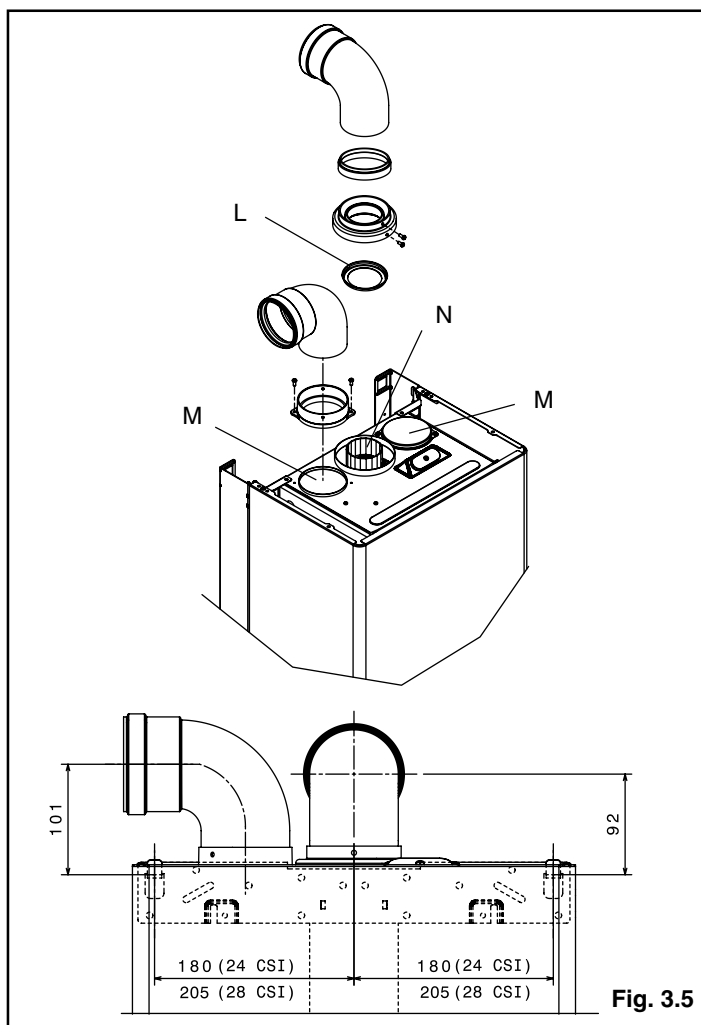

Fig. 3.5
Gli scarichi sdoppiati possono essere orientati nella direzione più adatta alle esigenze del locale. Il condotto di scarico dei prodotti della combustione (N) è indicato in fig. 3.5. Il condotto di aspirazione dell'aria comburente può essere collegato all'ingresso (M) dopo aver rimosso il tappo di chiusura fissato con delle viti. La flangia fumi (L), quando necessario, deve essere tolta facendo leva con un cacciavite. In figura 3.5 sono riportate le quote di riferimento per la tracciatura dei fori attraversamento muro Ø 85 rispetto alla piastra di supporto caldaia. La tabella riporta le lunghezze rettilinee ammesse. Secondo la lunghezza dei condotti utilizzata, è necessario inserire una flangia scegliendola tra quelle contenute in caldaia (vedi tabelle riportate di seguito).